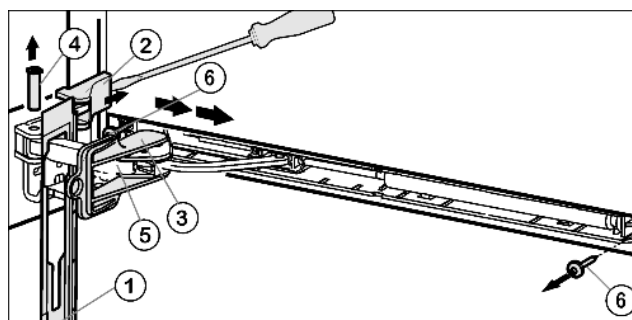

Fig. 5
- ▶ Сдвиньте накладку над амортизационной скобой Fig. 5 (5) в направлении устройства вперед.
- ▶ Зафиксируйте предохранитель Fig. 5 (3) в продольном пазе.
- ▶ Подденьте крышку Fig. 5 (2) отвёрткой с внешней стороны и снимите в направлении наружу.
- ▶ Выдавите палец Fig. 5 (4) снизу.
- ▶ Нажмите амортизационную скобу Fig. 5 (5) в направлении дверцы.
- ▶ Снимите накладку Fig. 5 (1).
- ▶ Открутите целиком амортизатор закрывания двери (2 шт. Torx 15) Fig. 5 (6).